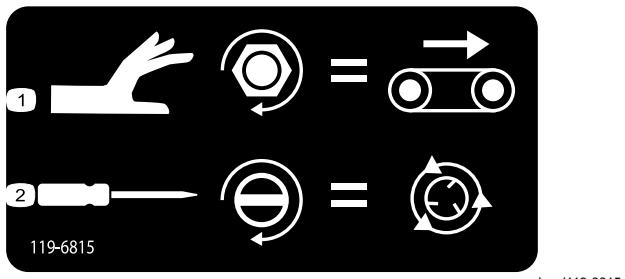

Bild 44
- Drehen Sie das Handrad nach rechts, um die Flurförderer-Geschwindigkeit einzustellen (Bild 44). Die maximale Geschwindigkeit für den Förderer wird im farbkodierten Betriebssystem gemacht, daher kann diese Einstellung ohne Hydraulikfluss vorgenommen werden. Dies ist besonders relevant, wenn die Fangbox mit Sand gefüllt ist.
- Sie können die Tellerstreuer-Geschwindigkeit (Bild 44) erhöhen, wenn Sie mit einem flachen Schraubenzieher nach rechts drehen, oder Sie können sie verringern, wenn Sie nach links drehen.